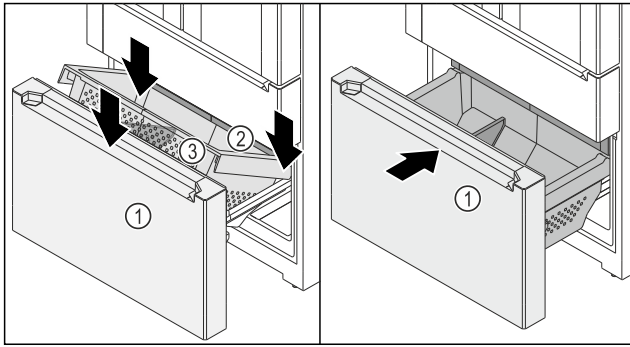

Fig. 141
- Auszugswagen Fig. 141 (1) ist herausgezogen.
- Schubfach Fig. 141 (2) ist eingeschoben.
- ▶ Behälter Fig. 141 (3) hinten auf den Schienen rechts und links aufsetzen.
- ▶ Behälter Fig. 141 (3) vorne absenken, sodass Behälter Fig. 141 (3) die Schienen rechts und links umschließt.
- ▶ Auszugswagen Fig. 141 (1) einschieben.